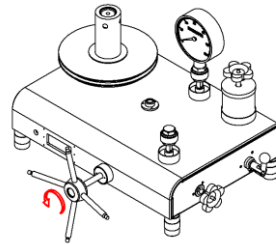

图 13
- ③ 然后逆时针转动调压器进行降压，当液晶显示数值为“0.0mm”附近时读数（如图13）。